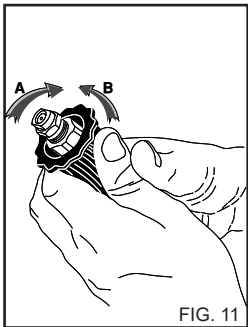

FIG. 11
## USO DELLA TESTINA REGOLABILE (Fig. 11)
2) Azionare l'idropulitrice, attivare il comando di aspirazione del detergente presente sulla lancia (fig. 11) e cospargere la superficie da lavare agendo dal basso verso l'alto. Lasciare reagire per alcuni minuti.